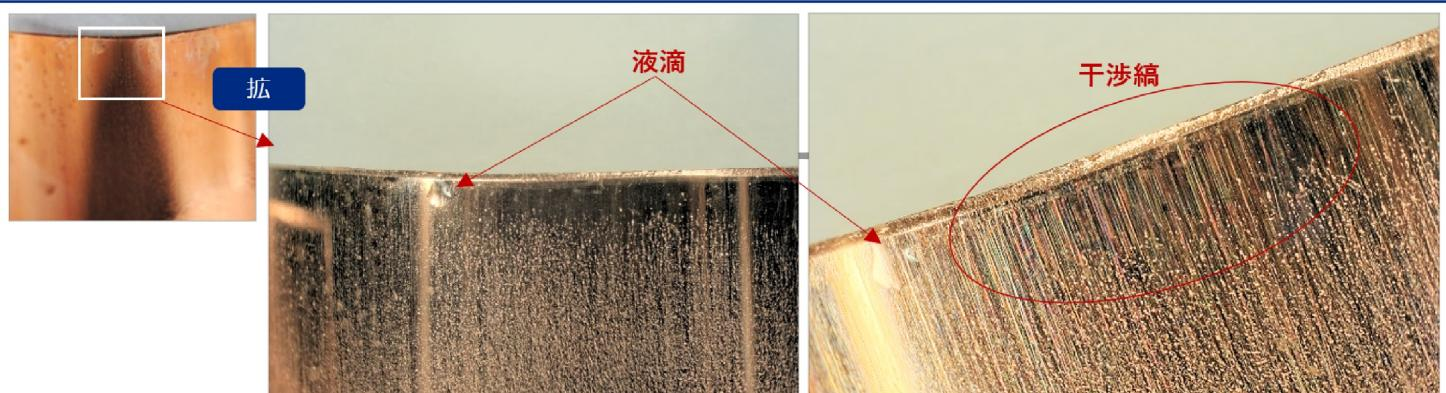

Fig.3 銅パイプ内面の油状異物
■ デジタルマイクロスコープで観察すると、微量の液滴のようなものが観察されます。さらに光の入射角度を変えて同位置を観察すると干渉縞が見られることから、薄く付着していることが推測されます(Fig.3)。